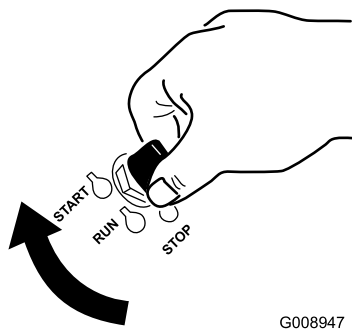

Figure 17
1. Tournez la clé de contact à la position Démarrage (Figure 17). Relâchez la clé quand le moteur démarre.
6. Tournez la clé de contact à la position Démarrage (Figure 17). Relâchez la clé quand le moteur démarre.